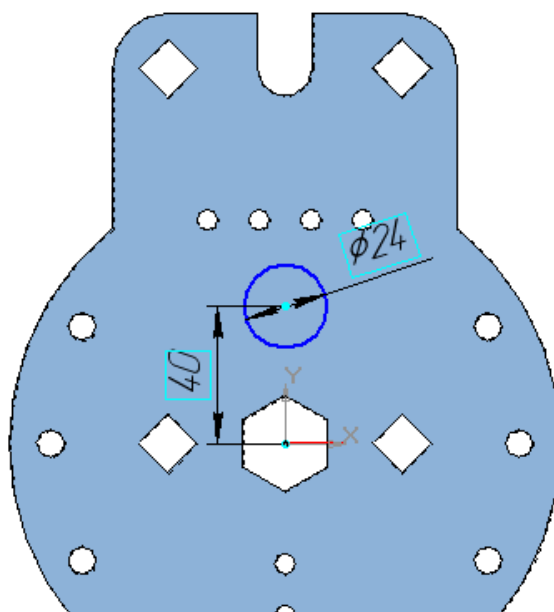

Рис. 43
- Выполните отверстие в пластине (Операция *Вырезать выдавливанием*) диаметром 24 мм и с координатами центра  $X=0$  мм,  $Y=40$  мм, рис. 43.
На панели текущего состояния вызовите команду **Эскиз** . Постройте окружность основной линией радиусом 12 мм и координатами центра (0, 40), рис. 43.